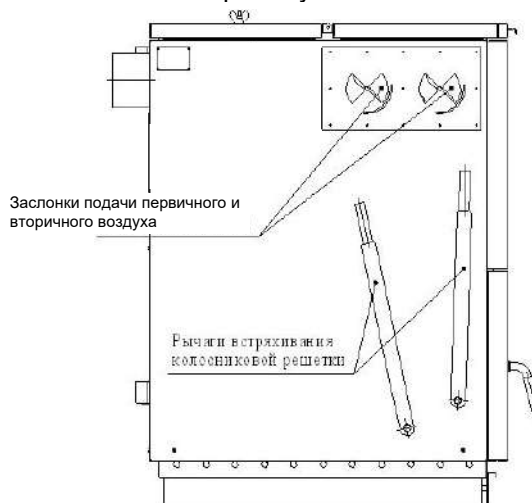

Рис. 20 Заслонки первичного и вторичного воздуха 60-100 кВт
- Для котлов типа 12-45 кВт первичный и вторичный воздух подаются через регулирующую воздушную заслонку дверцы зольной камеры. Для котла типа 60-100 кВт – через заслонки, расположенные на боковых стенках котла (см. рисунок 20);
- Установить рычаг встряхивания колосниковой решетки в рабочее положение (См. рис. 20,22)